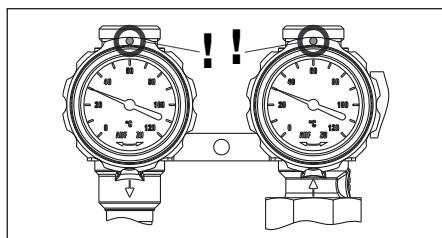

Fig. 6.11 Posizione delle valvole a sfera
- Verificare la posizione delle valvole a sfera della stazione solare. Queste devono essere posizionate come rappresentato in fig. 6.11 (posizione angolare dei volantini con termometro su mandata e ritorno: 0°).